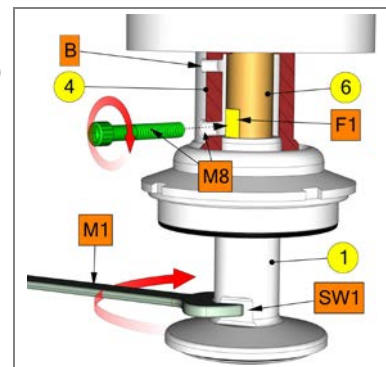
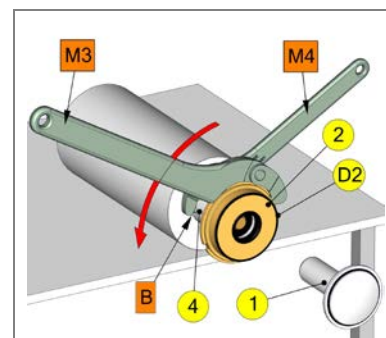
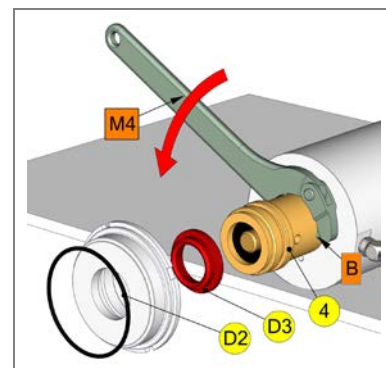

Рис. 7-3
Рис. 7-4
Рис. 7-5
- Рис. 7-3
- Зафиксируйте шток поршня (6). Для этого нужно в lantern (4) завернуть винт M8, чтобы он уперся в площадку (F1).
- При помощи рожкового ключа (SW1) отверните поршень (1).
- Рис. 7-4
- При помощи ключа (M3) выверните вкладыш (2) из lantern (4).
- Для этого, при помощи накидного ключа (M4) необходимо зафиксировать lantern за отверстие (B).
- Рис. 7-5
- При помощи ключа (M4), за отверстие (B) отверните lantern (4) от привода (7) и снимите шток поршня (6).